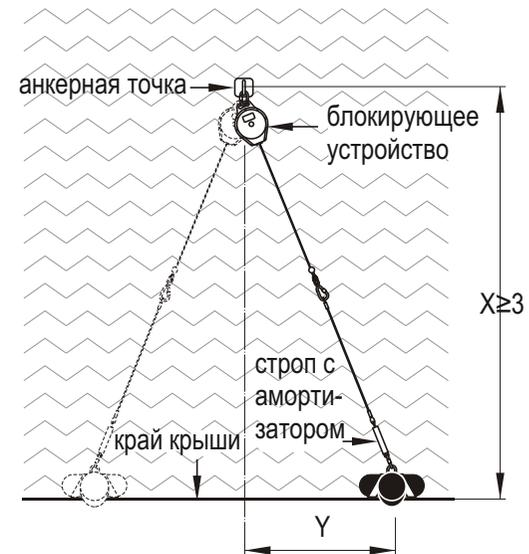
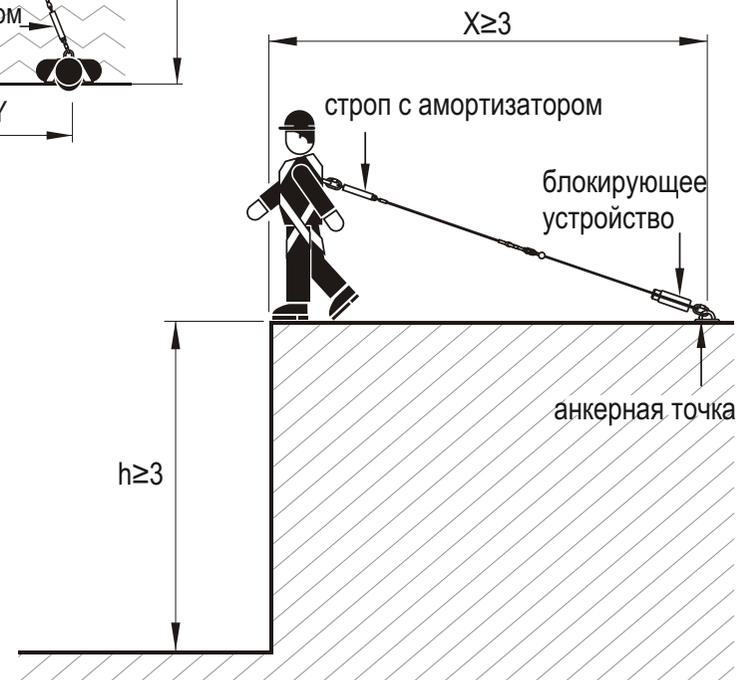

Рис. 4
Рис. 5
- Блокирующее устройство устанавливается к анкерной точке таким образом, чтобы до края рабочей зоны оставалось расстояние не менее 3 м (расстояние X - рис. 4, рис. 5). Анкерная точка устанавливается на одном уровне с краем рабочей зоны, с которого может произойти падение, либо выше этого уровня.
- Пользователь может перемещаться в боковом направлении на расстояние Y (рис. 4).
- Запас высоты (h - рис.5) должен быть более 3 м + 1/2 бокового расстояния Y (Y не менее 3 м). Рекомендуется соблюдать расстояние X=3 м для минимизации риска возникновения фактора падения и эффекта маятника.